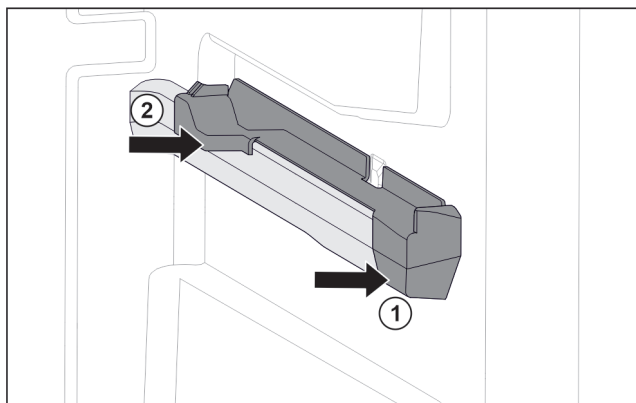

Fig. 47 Nasazovací díl na pravém žebrování na nádoby
- ▶ Nasadte nasazovací díl na žebrování na nádoby. Fig. 47 (1)
- ▶ Přitlačte nasazovací díl k zadní části. Fig. 47 (2)